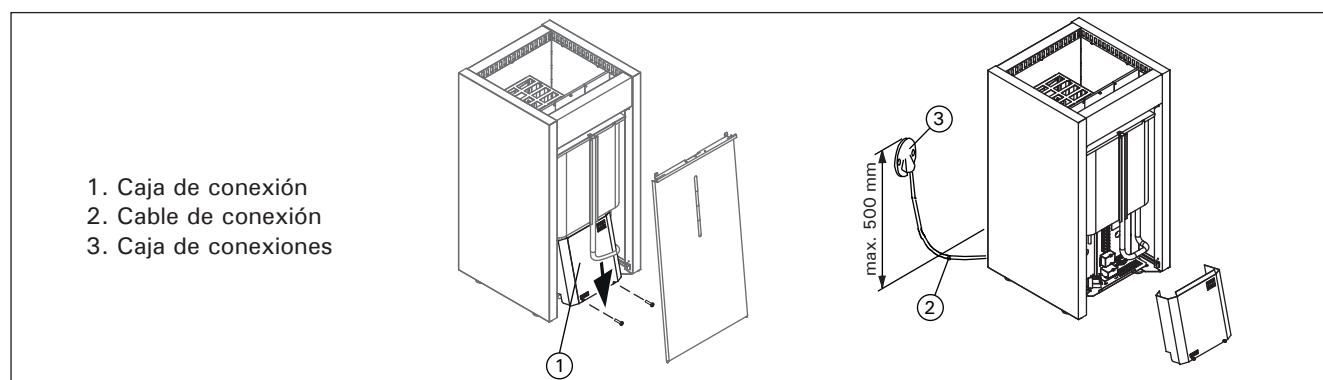

Figura 9. Conexiones del calentador
- El calentador se conecta de forma semifija a la caja de conexiones (figura 9:3) de la pared de la sauna. La caja de conexiones deberá estar protegida contra salpicaduras y su altura máxima desde el suelo no deberá superar los 500 mm.
- El cable de conexión (figura 9:2) debe ser un tipo de cable con recubrimiento de goma H07RN-F o su equivalente. ¡ATENCIÓN! Debido a su fragilidad térmica, se prohíbe el uso de cable aislado con PVC como cable de conexión del calentador.
Ver figura 9.